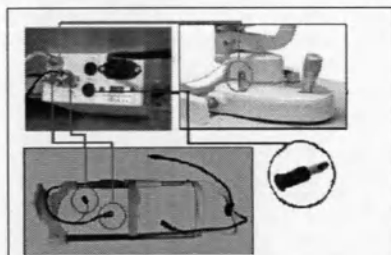

Рис. 2.2.8
10. Убедитесь что основной кабель питания не воткнут в сетевую розетку. Подсоедините кабель регулятора яркости лампы к соответствующему разъему (как показано на Рис. 2.2.8). В соответствии с Рис. 2.2.7 вставьте кабели подбородника в соответствующие разъемы и закрутите.